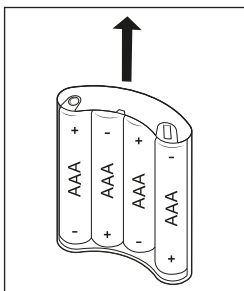

Fig. 3
6. Sæt batteriholderen **15** ind i batterirummet **14** igen. Sørg for, at batteriholderens **15** kontakter vender fremad i batterirummet **14** (se fig. 3 og 4).